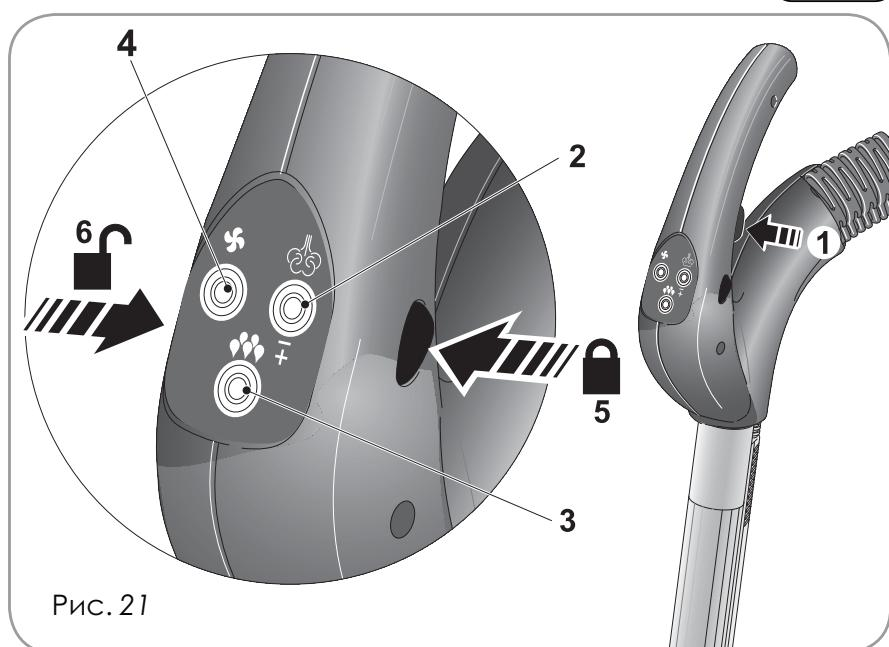

Рис. 21
Нажать кнопку 2 рис.21 для подключения или отключения функции пара.
Нажимая на крючок 1 и кнопку 3 рис. 21, осуществляется подача пара и моющего средства, при отпускании кнопки 3, подача моющего средства прекращается.
Нажать кнопку (2) на рукоятке, чтобы включить или отключить функцию пара. После подключения функции нажать крючок поз.1 Рис.21 для подачи пара до его отпускания.
Также возможно запустить двигатель, нажав на кнопку (4), находящуюся на рукоятке (Рис.21). Для функционирования в данном режиме необходимо, чтобы генератор находился под давлением.
Во время нормальной подачи пара/моющего средства необходимо включить аспиратор для всасывания одновременно с подачей пара (рис. 23), нажав на кнопку 4 (рис. 21).